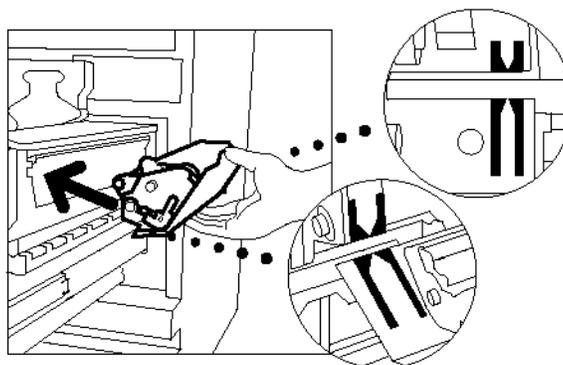

Figura 46: Alinhar a nova Tela de Limpeza
- 8 Alinhe as setas dianteira e traseira da nova Tela de Limpeza com as setas dianteira e traseira na parte lateral direita do fusor, tal como ilustrado na Figura 46.